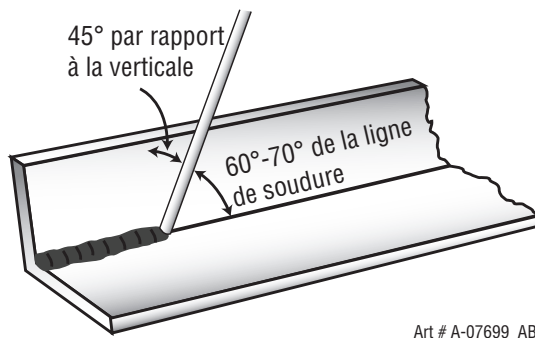
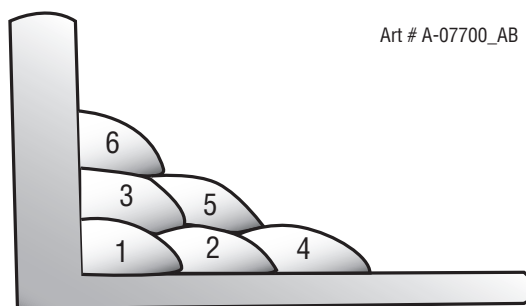

Figure 4-23 : Position de l'électrode pour la soudure du joint HV
Figure 4-24 : Plusieurs cordons dans la soudure du joint HV
Un morceau de cornière est parfait pour commencer ou deux longueurs d'acier en feuillard peuvent être attachées ensemble à angle droit. En utilisant une électrode E7014 de 3,2 mm à 100 A, positionner la cornière avec un côté horizontal et l'autre vertical. C'est ce qu'on appelle un joint horizontal-vertical (HV). Amorcer l'arc et amener immédiatement l'électrode à la perpendiculaire du joint et à 45° par rapport à la verticale. Certaines électrodes ont besoin d'être inclinées de 20° environ par rapport à la position perpendiculaire pour éviter que du laitier ne coule devant la soudure. Se reporter à la Figure 4-23. Ne pas tenter de former une largeur supérieure à 6,4 mm avec une électrode de 3,2 mm, sinon le métal tend à créer du laitier vers la base et un caniveau se forme sur le bord vertical. Plusieurs cordons peuvent être réalisés comme cela est montré sur la Figure 4-24. Il est déconseillé de former une armure pour les soudures des joints HV.